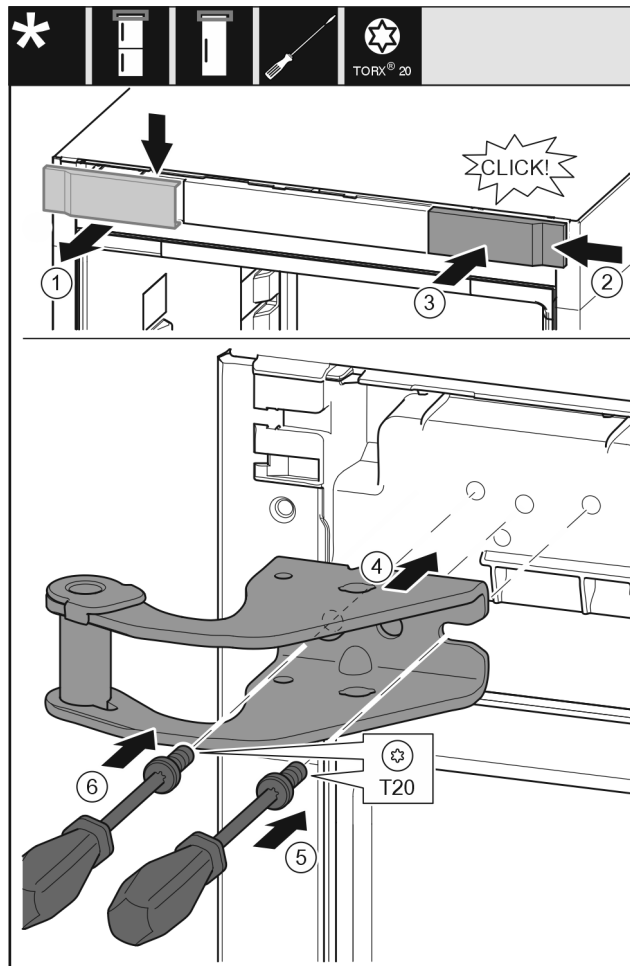

Fig. 14
- Tag afdækningen Fig. 14 (1) af oppefra og fremefter.
- Indsæt afdækningen Fig. 14 (2) på den anden side fra højre, drejet 180°.
- Lad afdækningen Fig. 14 (3) gå i indgreb.
- Påsæt det øverste hængsel Fig. 14 (4).
- Påsæt skruen Fig. 14 (5) med en skruetrækker, og skru den fast.
- Påsæt skruen Fig. 14 (6) med en skruetrækker, og skru den fast.